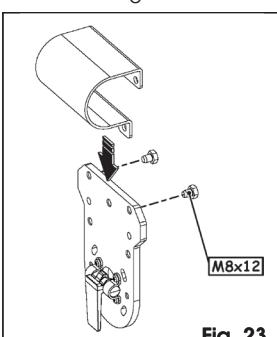

Fig. 23
- Assembleer de plaat van de armhouder, Fig. 23 ref. ①, met de gekozen bijbehorende houder, Fig. 23 ref. ② met behulp van alleen de achterste twee schroeven.